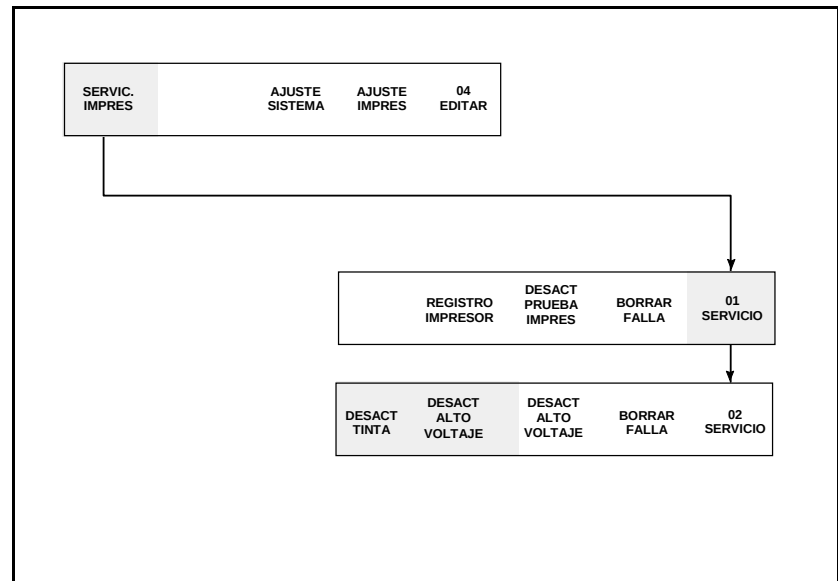

Figura 5-8. Acceso al Marco <02 SERVICIO>
1. Comience en el Marco <02 SERVICIO>. Vea la Figura 5-8.